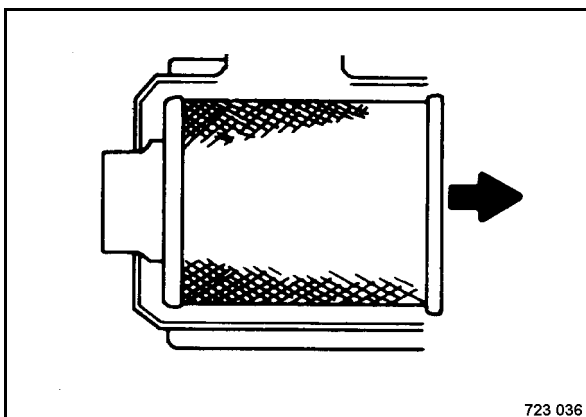

Fig. 194
- Estrarre cautamente l'elemento filtrante (Fig. 194) dall'alloggiamento.